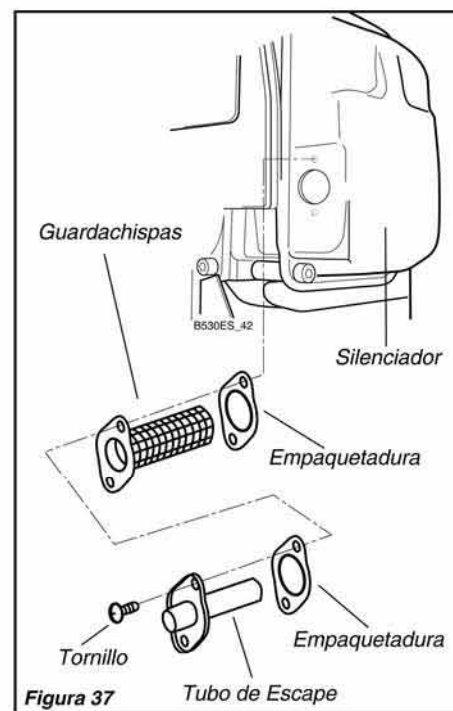

Figura 37
Consulte la figura 37.
3. Empuje el guardachispas en la abertura del escape e instale el tornillo de retención. Consulte la figura 37.